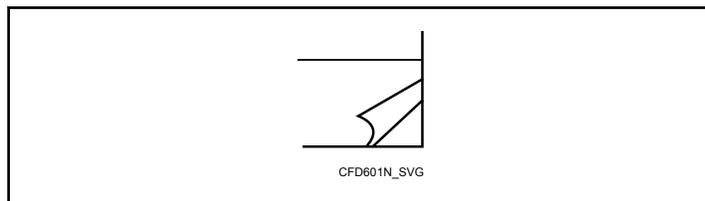

Figura 43
1. Para acessar o Menu Informações, aperte a tecla debaixo do ícone folheto virado (consulte *Figura 43*).